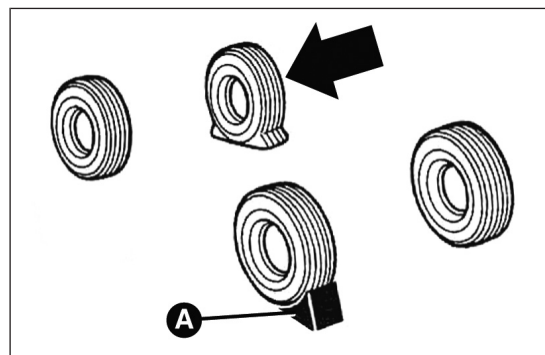

fig. 35
- ❑ positionner la cale à l'arrière sur la roue opposée en diagonale à celle à remplacer (voir fig. 35) pour empêcher tout mouvement de la voiture quand elle est levée ;